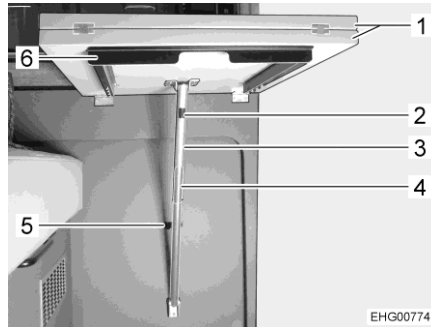
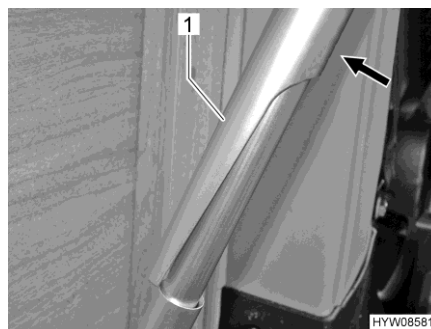

Fig. 53 Mesa colgante (plegada)
Fig. 55 Pie de apoyo (desbloqueado)
- Extraer el marco estabilizador (Fig. 53,6) (si está presente).
- Hundir el marco estabilizador (Fig. 53,6) (si está presente).
- Levantar ligeramente los tableros de la mesa (Fig. 53,1).
- Empujar la riostra superior (Fig. 53,3 o bien Fig. 55,1) hacia atrás. Para ello, presionar la zona negra (Fig. 53,2).
- Plegar la mesa hacia abajo. En esto, la riostra superior se deslizará sobre la riostra inferior (Fig. 53,4).
- Hundir el apoyo en el soporte de pared (Fig. 53,5).